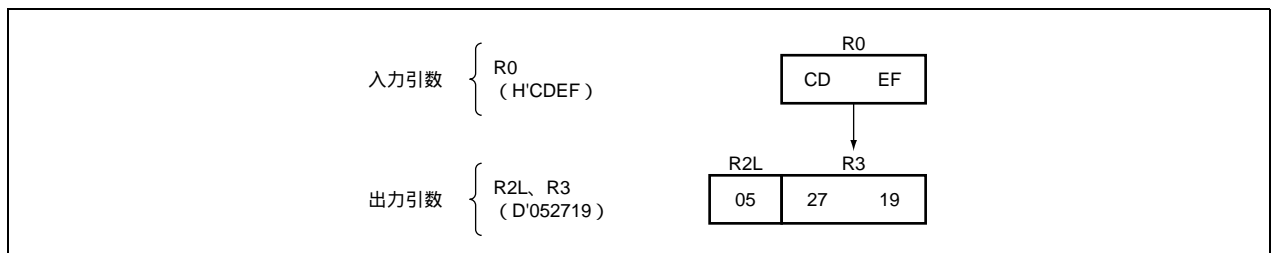

図 5.2 ソフトウェア HEX の実行例
2. 図 5.2 にソフトウェア HEX の実行例を示します。
入力引数を図 5.2①のように設定すると、図 5.2②のように 5 桁の BCD が R2L、R3 に設定されます。